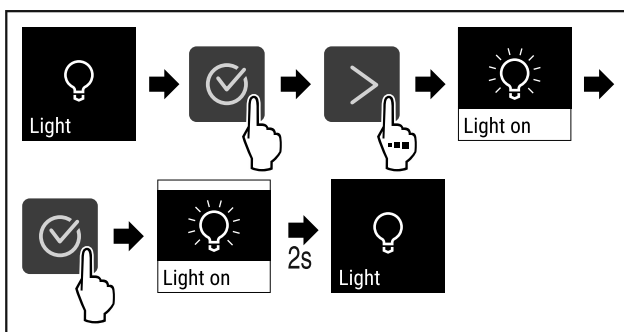

Fig. 68
- ▶ Genomför handlingsstegen (se Fig. 68) .